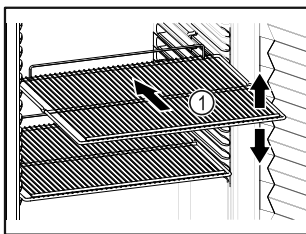

Fig. 31
- Se è possibile spostare i ripiani Fig. 31 (1), regolarli in altezza.